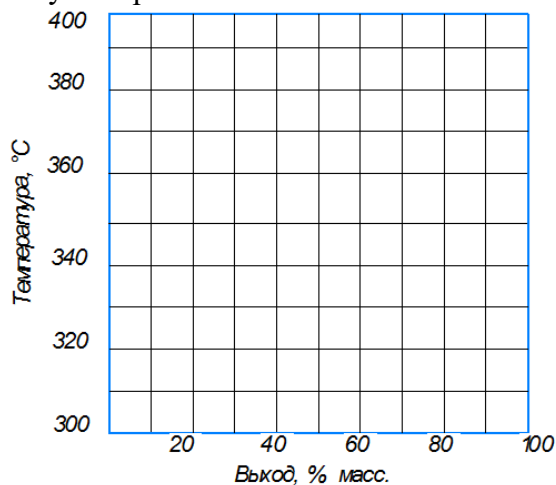

Рисунок 1
1. Перенести рисунок 1 в свою тетрадь.
4. По графику Обрядчикова – Смидович (рисунок 1 в практич. работе 1), используя полученные данные п.3 и $t_{50\%}$ определить на оси ординат две точки – одна соответствует 0% отгона по кривой ОИ, вторая 100% отгона по кривой ОИ.